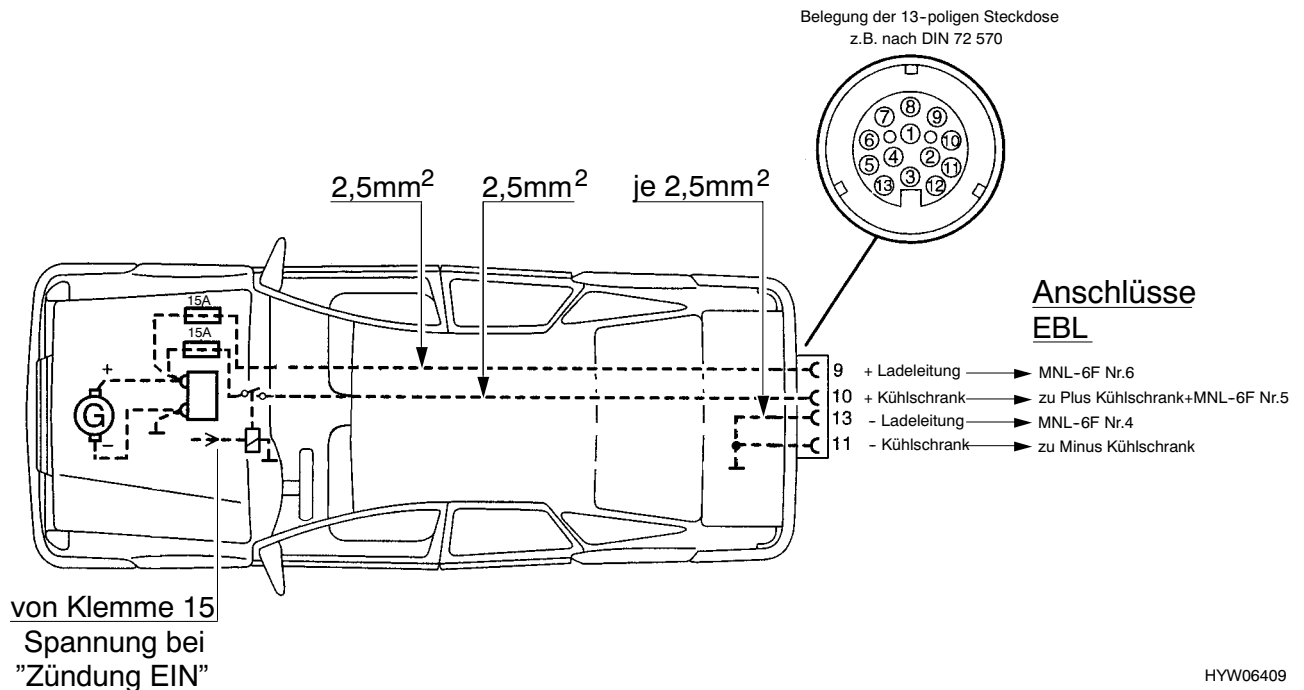

Bild 67 Zugwagen-Installationsplan
- Das Zugfahrzeug muß mit den entsprechenden Kabelquerschnitten nachgerüstet werden (siehe Bild 67).